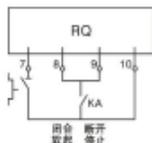

图4.3-2
- 当8、9端子并联作为一个端子使用时，与10接通为起动，断开为停止，可用于一个中间继电器(KA)接点控制起停，此为二线控制。参见图4.3-2。